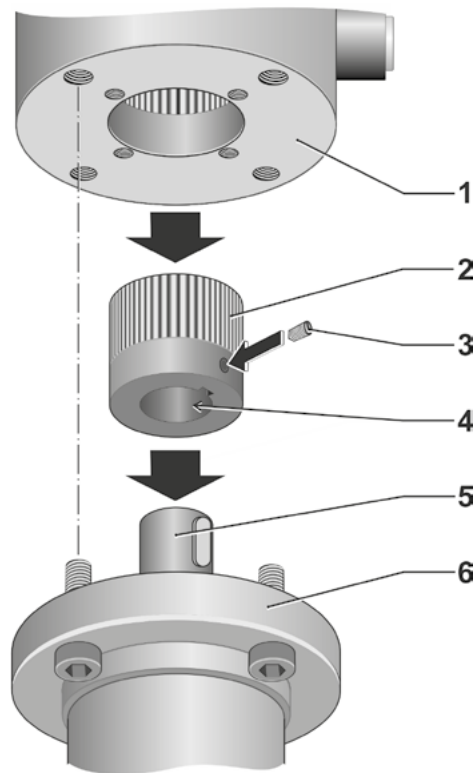

图1：通过法兰连接
1. 在阀杆上（如图1中的部件5）和驱动轴套（部件2）上面涂抹少量的油脂。
3. 将执行机构（如图1中的部件1）安装到阀门上（部件6）：